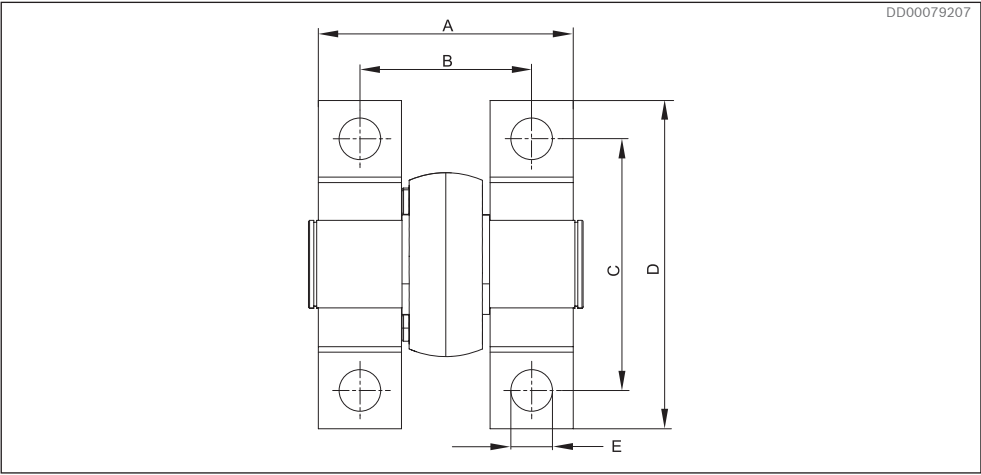

Рис. 32. Расположение отверстий для шарнирного соединения и гидравлического цилиндра при использовании DTCBM 1600 – DTCBM 4000
- 2 Расположение отверстий и размеры для крепления к основанию см. на Рис. 32 и в. Табл. 10